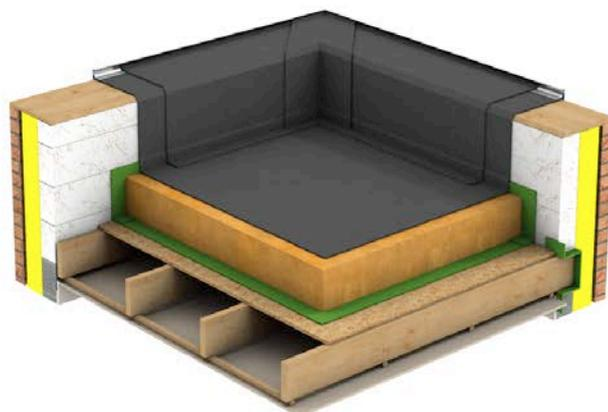

Fig. 1 Isolation d'une toiture plate chaude au moyen d'un isolant rigide (vue 3D).
1. installer un pare-vapeur au-dessus du support de toiture en bois et le faire remonter sur l'acrotère de sorte que l'étanchéité et le pare-vapeur se chevauchent (voir figures 1 et 2). Les techniques de fixation dépendent du pare-vapeur (voir NIT 280). Nous renvoyons le lecteur à la NIT 244 pour les ouvrages et les raccords. S'assurer qu'une membrane de raccord est présente à la jonction entre les solives et le mur pour garantir la continuité de l'étanchéité à l'air de la paroi verticale